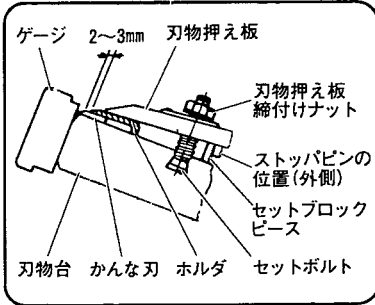

図 50
(1) かなな刃のセットは、刃物押え板とかなな刃の間に付属のホルダを入れます。(図 50)
(2) かなな刃の刃先がゲージに当るまで押し付け、刃物押え板締付けナットを締め、かなな刃を刃物台に固定します。
(3) 刃物台の研磨角度を 36° に合わせれば、通常の要領で研磨できます。